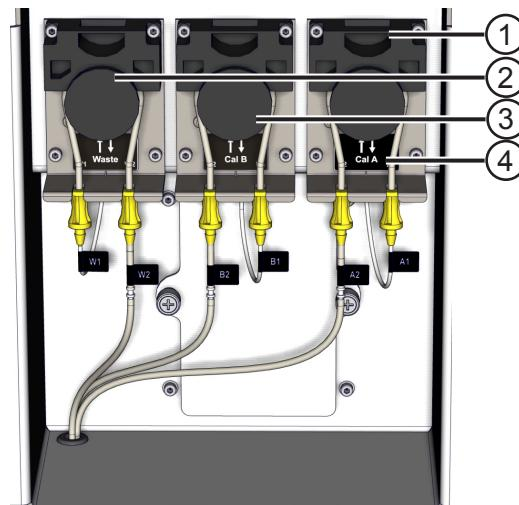

Ilustración 94 Conexión de los tubos de las bombas peristálticas
Inserte un tubo en cada bomba peristáltica. Para insertar el tubo en el cabezal de la bomba peristáltica libere la presión del cabezal estirando hacia arriba de la abrazadera (1), véase la Ilustración 94.